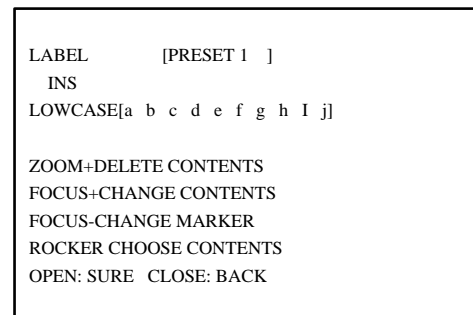

Figura 3.3.16
- Pulse *FOCUS+* para cambiar a letras/números, mayúsculas/minúsculas y símbolos. Vea la figura 3.3.16. Mueva los botones izda dcha para posicionar el cursor al lado de un carácter y presione *FOCUS+* para seleccionar.